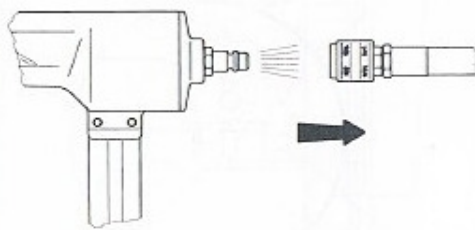

Fig. 2
Afin d'assurer un bon fonctionnement de l'outil, bien ajuster l'arrivée d'air et veiller à ce que l'installation d'air comprimé (compresseur) produise de l'air clair, sec et bien filtré dans les bonnes quantités et aux bonnes pressions. Nous suggérons de vous servir de conduites principales avec un diamètre intérieur d'au moins 19 mm. Les lignes de branchement par contre devront être raccordées du haut des conduites principales, afin de prévenir que la condensation atteigne l'outil. La conduite principale ainsi que tous les branchements plus longs doivent être équipés d'un filtre à eau. Vidanger ce dernier au moins une fois par jour. L'outil doit être connecté au branchement à l'aide d'un tube flexible avec un diamètre intérieur d'au moins 6 mm. Equiper ce tube d'un raccord rapide évitant qu'il reste de l'air dans l'outil quand on a désaccouplé l'outil de l'arrivée d'air (Fig. 2). Equiper tout branchement d'un groupe de filtre, huileur + régulateur. Remplir le huileur si nécessaire et de toute façon veiller à ce qu'il ne soit jamais vide.
Déconnecter l'outil d'air, si on le laisse sans surveillance, si on passe vers une nouvelle surface de travail, ou en montant/descendant une échelle ou des marches (Fig. 2). En ne tirant pas des agrafes/clous, enlever toujours le doigt de la gâchette (Fig. 14).
En cas de défaillance de l'outil ou si l'outil ne fonctionne pas comme il faut, arrêter immédiatement de travailler et déconnecter l'outil du conduit d'air (Fig. 2). Si l'outil se bloque, le désaccoupler du conduit d'air et débloquer (Fig. 2).
- Déconnecter la machine du conduit d'air avant de procéder (Fig. 2).